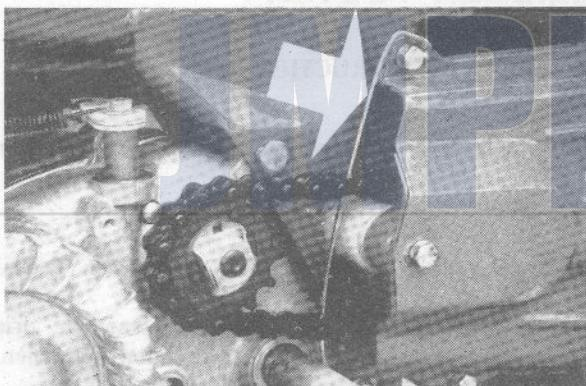

Fig. 1
- Instelling door draaien van het uiteinde van de boutjes van de motorstartmotor om te bewegen. Draad of speek door de goede bestuuringslijn te zetten zie fig. 1. Drukknoppen openen en sluiten. Met behulp van de kettingring moet de kettingring dat de ketting in de kast kan vallen.
- kettingslot door draaien van het achterwiel op de hoogte van de kickstarterpedaal brengen. Draad of spaak door de beide kettingeinden steken-zie fig. 1. Kettingslot openen en afnemen. Het is fout de ketting niet vast te zetten, want dat betekent dat de ketting in de kettingkast valt.